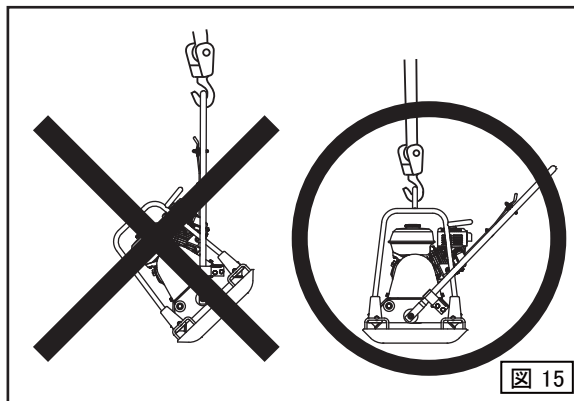

図 15
3. 吊り上げの際は必ずガードフックに吊り上げ具を引掛けてください。(図15)